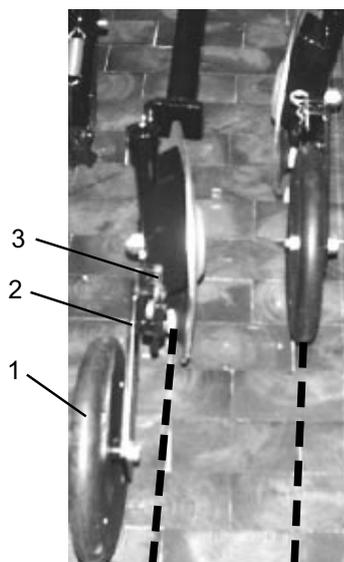

Abb.: 36
**Rouleau de compression (Fig.36)** (en option)